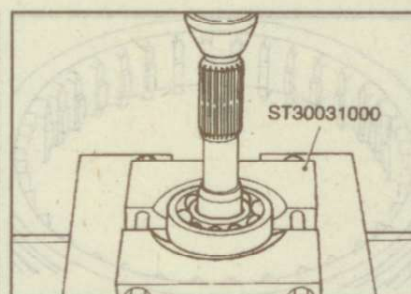

Рис. 9.205. Снятие переднего подшипника с первичного вала
7. Снимите передний подшипник с первичного вала (рис. 9.205).